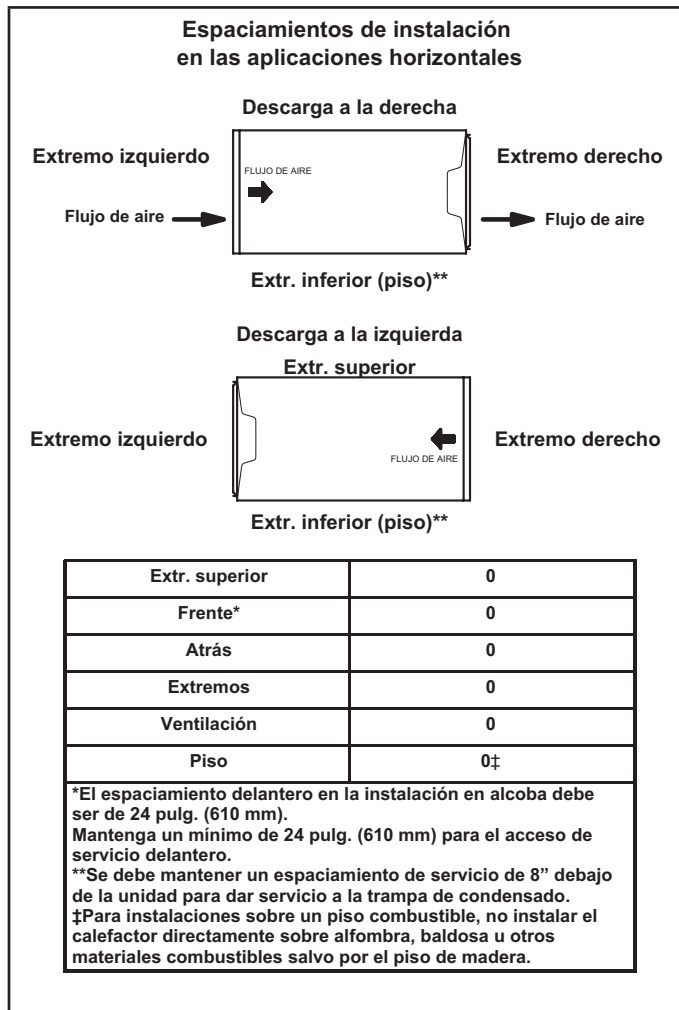

FIGURA 17
El calefactor ML297UHVK se puede instalar en aplicaciones horizontales con descarga de aire a la derecha o a la izquierda. Consultar la FIGURA 17 con respecto a los espaciamientos en aplicaciones horizontales.
- 1 - Seleccione la ubicación de la unidad teniendo en cuenta el espaciamiento de servicio y otros espaciamientos necesarios. Ver FIGURA 17.